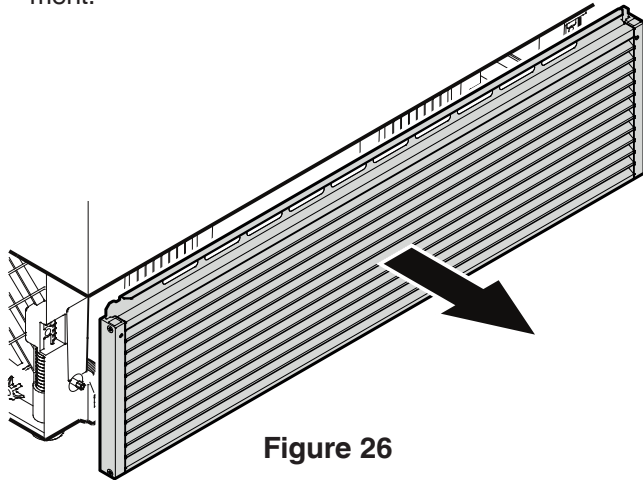

Figure 26
- Ouvrir le tiroir inférieur du congélateur et retirer la grille de ventilation en la tirant vers l'avant - **Figure 26**. La grille dispose d'une fixation magnétique et aucun outil n'est nécessaire lors du déplacement.